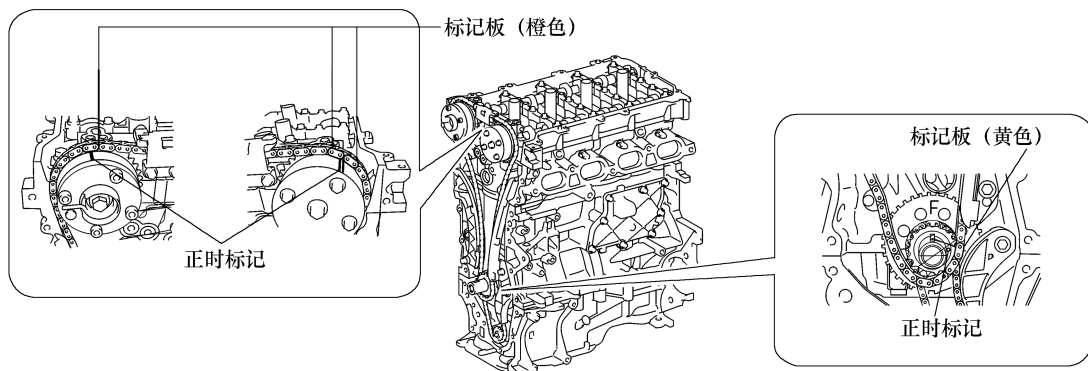

图 1-98 正时标记区分
⑦ 在 TDC/压缩位置时，重新检查每个正时标记，见图 1-98。